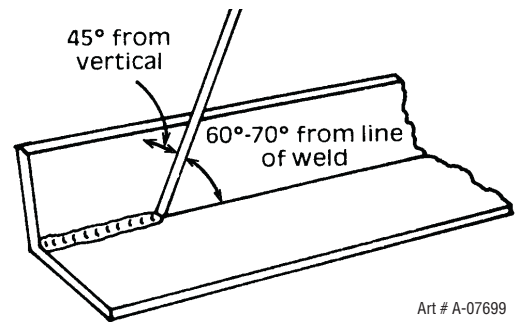
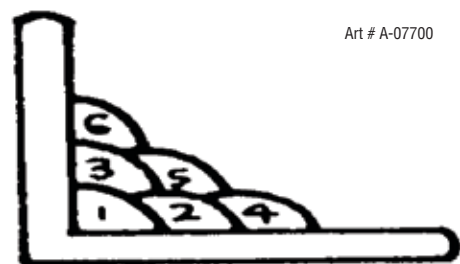

Figure 4-14: Position de l'électrode pour la soudure du joint HV
Figure 4-15: Plusieurs cordons dans la soudure du joint HV
Un morceau de cornière est parfait pour commencer ou deux longueurs d'acier en feuillard peuvent être attachées ensemble à angle droit. En utilisant une électrode E7014 de 1/8' (3,2 mm) à 120 A, positionner la cornière avec un côté horizontal et l'autre vertical. C'est ce qu'on appelle un joint horizontal-vertical (HV). Amorcer l'arc et amener immédiatement l'électrode à la perpendiculaire du joint et à 45° par rapport à la verticale. Certaines électrodes ont besoin d'être inclinées de 20° environ par rapport à la position perpendiculaire pour éviter que du laitier ne coule devant la soudure. Se reporter à la Figure 4-14. Ne pas tenter de former une largeur supérieure à 1/4' (6,4 mm) avec une électrode de 1/8' (3,2 mm), sinon le métal tend à créer du laitier vers la base et un caniveau se forme sur le bord vertical. Plusieurs cordons peuvent être réalisés comme cela est montré sur la Figure 4-15. Il est déconseillé de former une armure pour les soudures des joints HV.